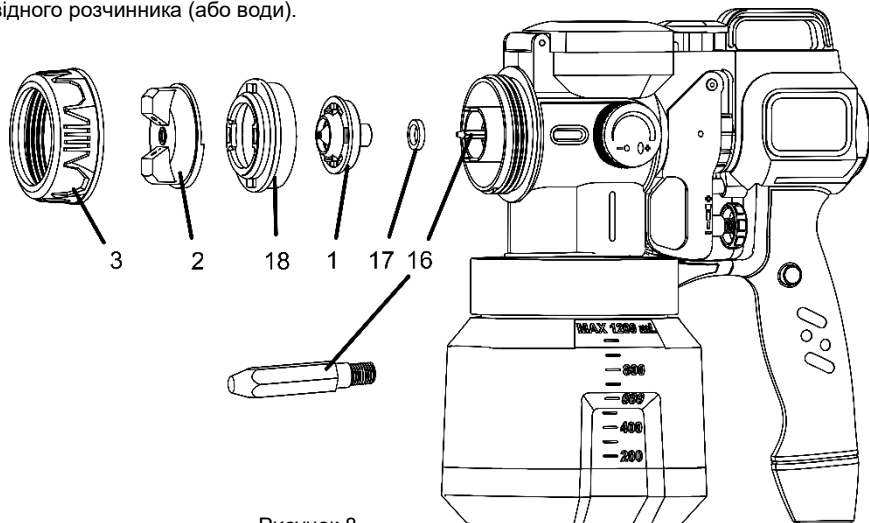

Рисунок 8
- Відкрутіть фіксувальну гайку форсунки (3, рисунки 1 і 8), витягніть регулятор орієнтації факела (2, рисунки 1 і 8), витягніть спрямовувальний корпус форсунки (18, рисунок 8), витягніть форсунку (1, рисунки 1 і 3) з кільцем (17, рисунок 8), відкрутіть голку форсунки (дюзу) (16, рисунок 8) ключем з комплекту постачання, очистьте їх за допомогою щітки та відповідного розчинника (або води). Дайте їм висохнути.